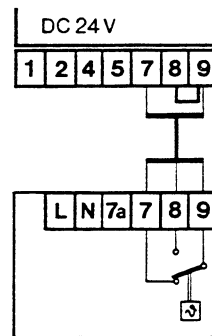

Figura 16
- allacciamento al morsetto 7 8 e 9 come da figura 16